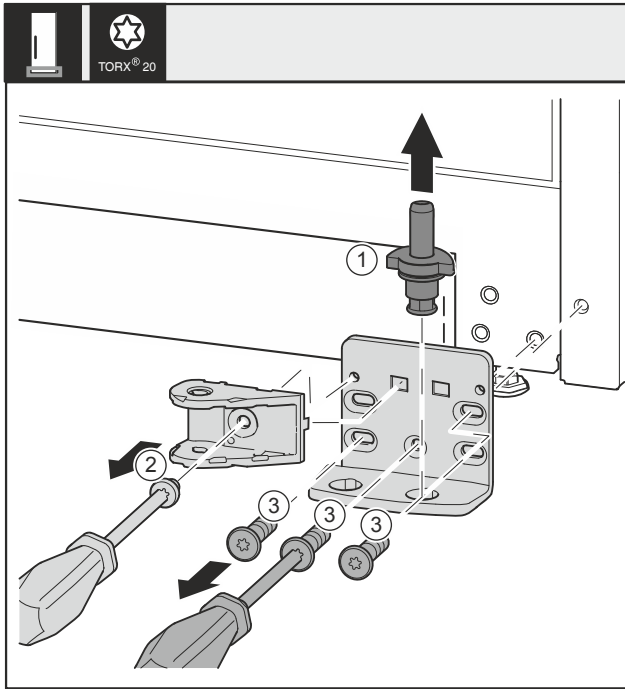

Fig. 33 *
- ▶ Extrageţi complet bolţul de lagăr Fig. 33 (1) în sus.*
- ▶ Deşurubaţi şurubul Fig. 33 (2) cu şurubelniţa şi detaşaţi îmbinarea amortizorului de închidere.*
- ▶ Deşurubaţi şuruburile Fig. 33 (3) cu şurubelniţa şi detaşaţi suportul de lagăr.*